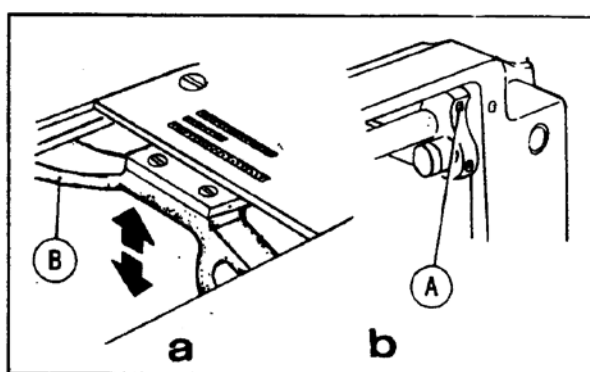

Рис. 22
18. Регулировка высоты подающей планки (рис. 22, 23)
- 2) Ослабьте винт (A) кулачкового рычага подачи справа (см. рисунок 22,b).
- 3) Переместите подающую планку (B) в направлении, показанном стрелкой на рисунке 22 (a), чтобы отрегулировать ее высоту. Стандартная высота подающей планки должна быть такой, чтобы ее верх находился на 0.8 мм выше поверхности игольной пластины (B).
- 4) После регулировки не забудьте затянуть винт (A).